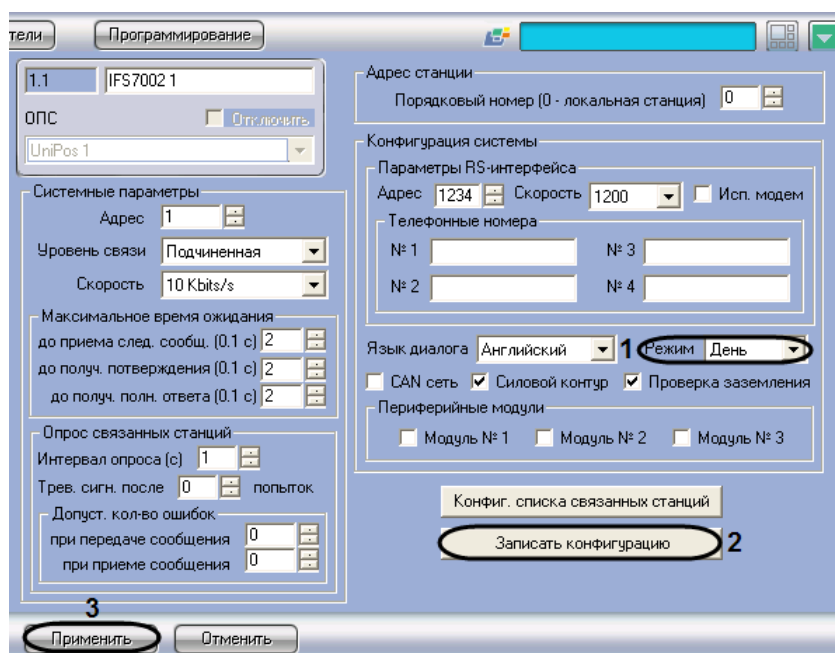

Рис. 3.3-3 Выбор режима работы станции *IFS7002*
1. Перейти на панель настройки объекта **IFS7002** (Рис. 3.3-3).
2. Из раскрывающегося списка **Режим** выбрать требуемый режим работы станции (см. Рис. 3.3-3, 1)
3. Для применения настроек на станции нажать кнопку **Записать конфигурацию** (см. Рис. 3.3-3, 2)
4. Для сохранения настроек во внутренней базе данных ПК *ACFA Intellect* нажать кнопку **Применить** (см. Рис. 3.3-3, 3)